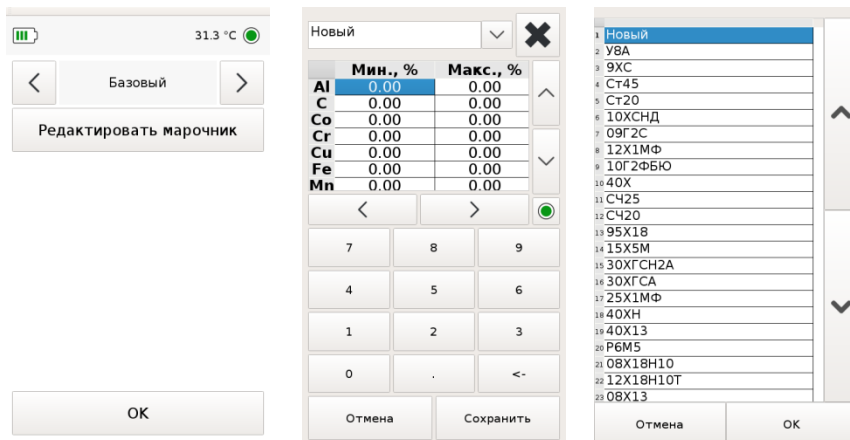

Рисунок 24 Редактор марочника
- 4.7.2. При наличии нескольких вариантов марочников (например, ГОСТ и AISI), выберите необходимый, используя стрелки вправо/влево. Нажмите кнопку «Редактировать марочник» (Рисунок 24), чтобы перейти к редактированию или добавлению марок.